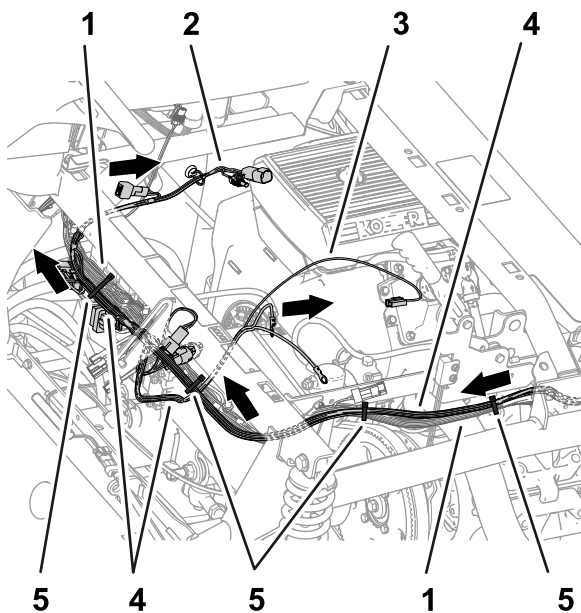

Рисунок 84
5. Проложите ответвления жгута проводов длиной 84 см, 60 см и 66 см из комплекта поперек опорной трубы амортизатора, как показано на Рисунок 84.
6. Прикрепите жгут проводов из комплекта к жгуту проводов машины, как показано на Рисунок 82, Рисунок 83 и Рисунок 84.